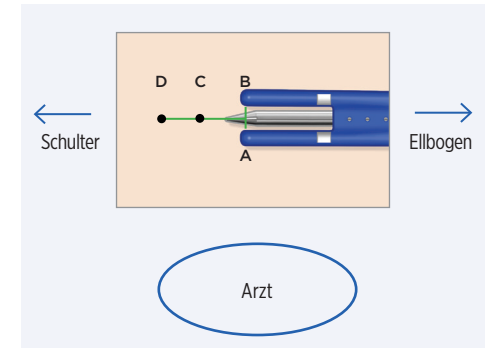

Abbildung 4
4. Schieben Sie den stumpfen Dissektor in Richtung Schulter, während Sie die metallenen Teile sowie die Kunststoffteile des Werkzeugs in engem Kontakt zur Haut halten, damit der Winkel der Tasche im Verhältnis zur Haut so klein wie möglich ist (Abbildung 3). Führen Sie das Instrument weiter vorwärts, bis der Einschnitt zwischen A und B innerhalb der weißen Markierungen auf den Abstandhaltern liegt (ca. 25–30 mm) (Abbildung 4). Ziehen Sie den stumpfen Dissektor vollständig zurück und legen Sie ihn beiseite.